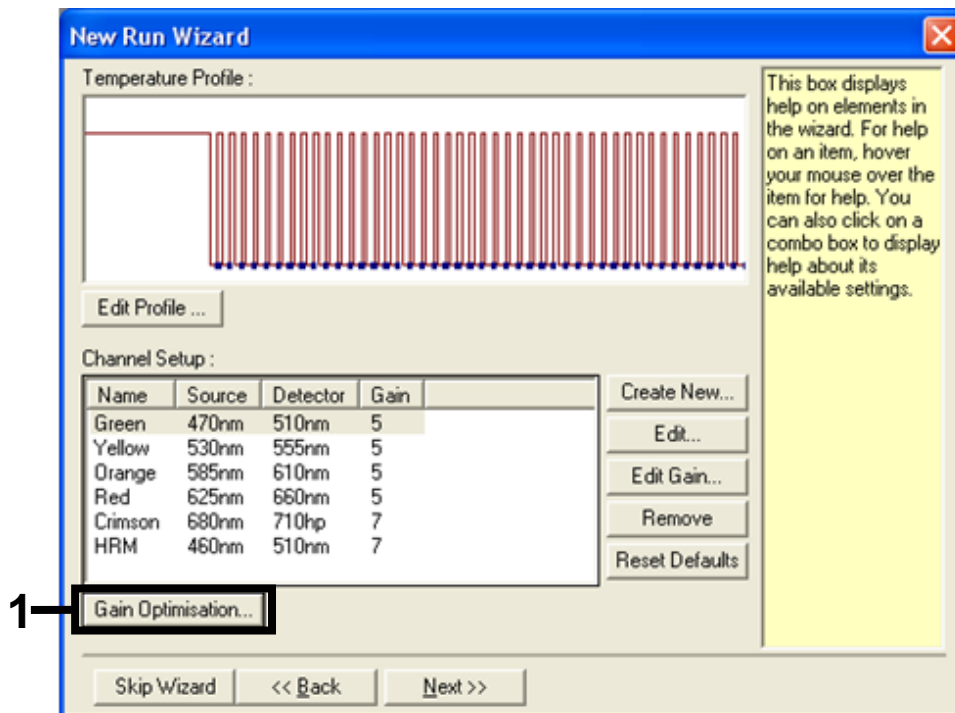

Ilustración 30. Optimización de la ganancia (1)
12. En el cuadro de diálogo siguiente, haga clic en el botón “Gain Optimisation” (Optimización de ganancia) (ilustración 30).